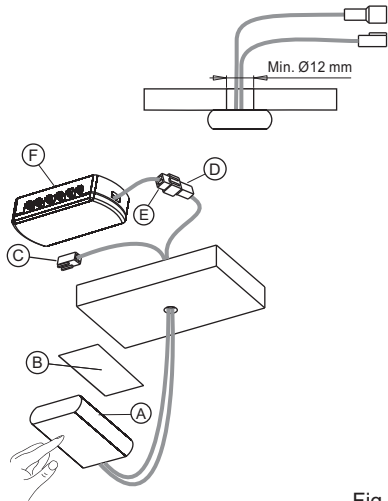

Fig 1
axial position drill a  $\varnothing$  12mm hole on the installation surface as illustrated in the example shown in figure 1. In the event of a specific requirement a power wire exit hole can nevertheless be drilled in other positions as long as it does not compromise the integrity of the wire and/or the connector installed on it.
- For the installation of the device (A) with double-sided adhesive (B) to apply the same on the back side as shown in figure 1
- axialer Position eine Bohrung auf der Montagefläche mit  $\varnothing$  12 mm ausführen (Abb. 1). Je nach den spezifischen Anforderungen kann eine Bohrung für den Austritt des Speisekabels in anderen Positionen ausgeführt werden, sofern diese nicht die Funktionstüchtigkeit des Kabels und/oder des installierten Steckverbinders beeinträchtigen.
- Für den Einbau der Vorrichtung (A) mit einem doppelseitigen Klebstoff (B) dasselbe auf der Rückseite anzuwenden, wie in Abbildung 1 dargestellt.
- **DOT FW** peut être installé avec les câbles en position axiale ou radiale conformément au plan de montage. - Pour des installations avec le câble d'alimentation en position radiale, effectuer un trou sur le plan de montage de  $\varnothing$  12mm comme indiqué dans l'exemple sur la figure 1. En cas d'exigences spécifiques, il est toutefois possible d'effectuer le trou de sortie du câble d'alimentation dans d'autres positions à condition qu'elles ne compromettent pas l'intégrité du câble et/ou du connecteur installé par-dessus.
- Pour l'installation du dispositif (A) avec un adhésif double face (B) pour appliquer le même sur le côté arrière, comme illustré sur la figure 1.